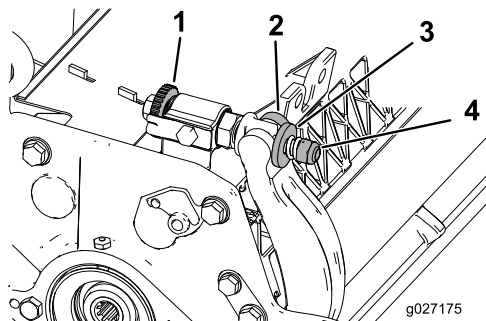

図 23
1. ベッドバー調整ねじを左に回して下刃とリールの接触を完全になくす 図 23。
2. スプリングテンションナットをゆるめて、ワッシャーがベッドバーを全く押さないようにする 図 23。